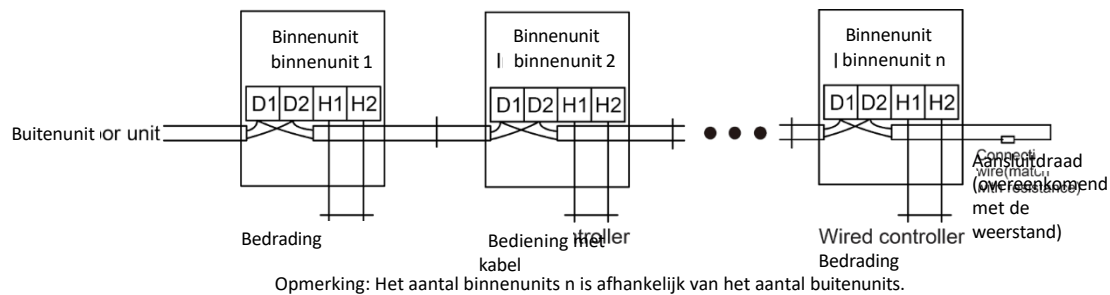

Fig. 5.5
- 2 Om de betrouwbaarheid van de communicatie tussen de UI en de UE en van de communicatie tussen de UI's te waarborgen, voegt u een geschikte weerstand (meegeleverd in een verpakking bij het verlaten van de fabriek) toe aan de bedradingskaart van de laatste binnenunit in een serieaansluiting. De betreffende weerstand moet parallel worden aangesloten tussen de schroeven van klemmenblok D1 en D2, zie Fig. 5.5.